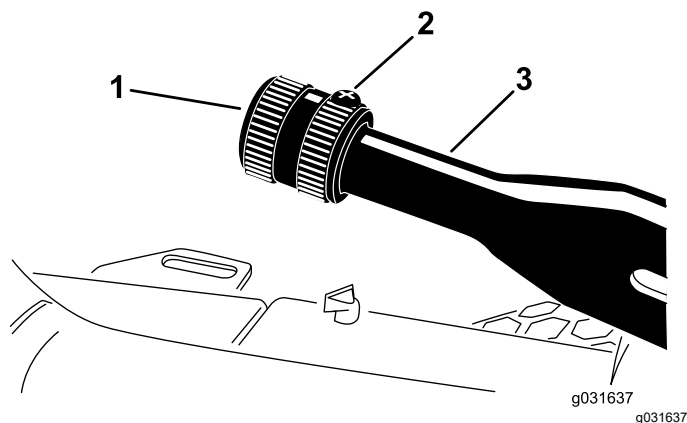

図 57
1. 調整ノブをブレーキレバーに固定している固定ねじをゆるめる 図 57。